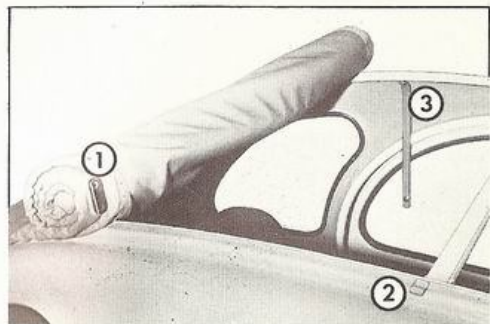

Fig. 28 - Apertura totale della cappotta
- Togliere le staffe d'attacco della cappotta (Fig. 28, Rif. 1) dalle linguette di fissaggio (Rif. 2).